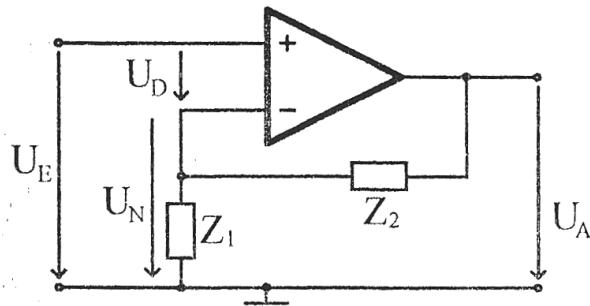

Abbildung 9: Der Elektrometerverstärker
Diese Schaltung wird häufig auch als Elektrometerverstärker bezeichnet. Sie besitzt gegenüber dem invertierenden Verstärker einen sehr viel höheren Eingangswiderstand und niedrigeren Ausgang. Die Einstellung der Schleifenverstärkung erfolgt hier ebenfalls im invertierenden Ast der Schaltung (siehe Abb. 9). Der Vergleich der beiden Verstärkerversionen zeigt, dass auf der
• Nichtinvertierender Verstärker (Abb. 9)